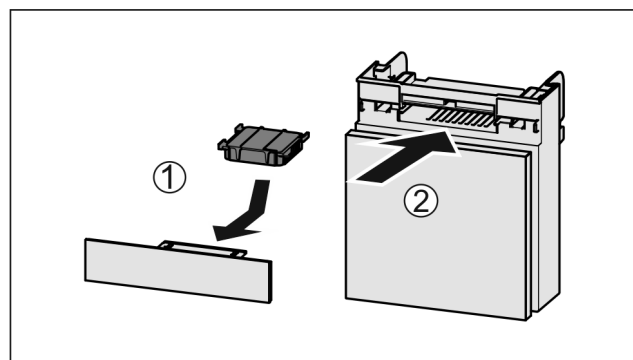

Fig. 88
- ▶ Filtr s aktivním uhlím vložte podle vyobrazení Fig. 88 (1).
- ▶ Zásuvku zasuňte Fig. 88 (2).